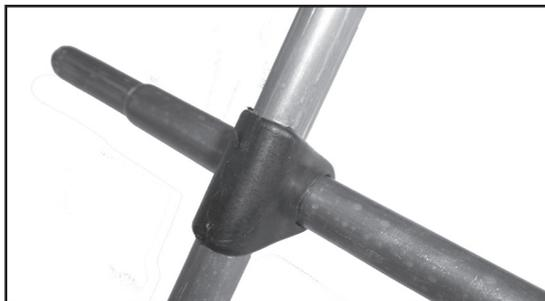

Рис. 12. Установка стрингеров
14. Проденьте через концы стрингеров шпангоутов №1 и №2 (G Рис 8) стрингера (10) зауженной частью с сторону носа и кормы каяка (Рис.12). Соедините их со стрингерами закрепленными на штевнях.